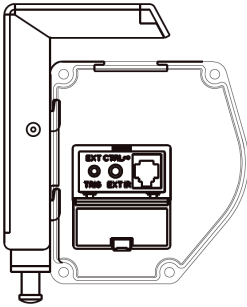

Abbildung 16
3. Bringen Sie nun die Montagewinkel mit den Deckenabhängern an der Leinwand an und achten darauf, dass die Nuten des Gehäuses mit den Befestigungswinkeln übereinstimmen. Ziehen Sie die Sicherungsschrauben an, um das Gehäuse in den Halterungen zu befestigen. (Abb. 16 und 17)